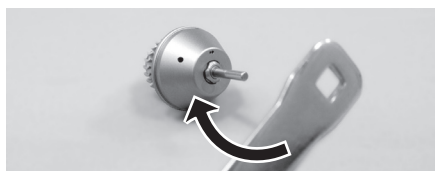

Fig. 22
- 3) Insérez finalement l'écrou du manche du rotor le long de la fraise test et serrez-le bien avec une clé tout en tenant le rotor (Fig.22).